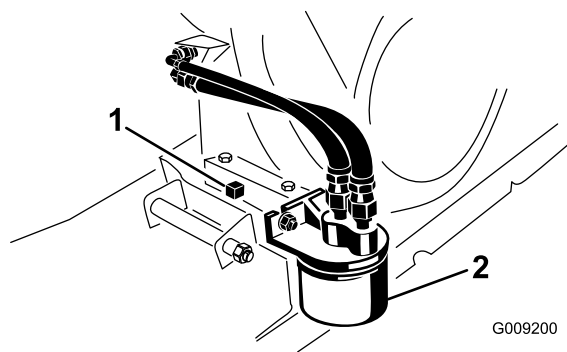

Figura 36
7. Coloque un recipiente debajo del tapón de vaciado (Figura 36).
8. Retire el tapón de vaciado y la junta (Figura 36).
2. Retire el filtro de aceite (Figura 36).
4. Enrosque el filtro nuevo sobre el adaptador del filtro hasta que la junta toque la placa de montaje y, a continuación, apriete el filtro $\frac{1}{2}$ - $\frac{3}{4}$ de vuelta más (Figura 36).